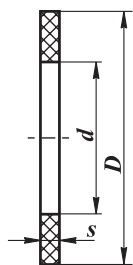

Рис. 3. Прокладка из резины листовой марки МБС
4.2.7 Монтаж фланцевых соединений выполнить с применением прокладок из резины МБС средней твердости (Рис. 3). Ответные фланцы - стальные приварные по ГОСТ 33259-2015 (Рис. 4).